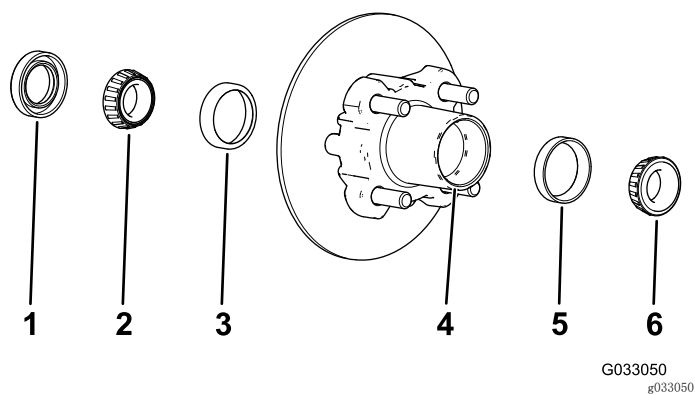

图 26
1. 从轮毂上拆下外置轴承和轴承座圈（图 26）。
2. 从轮毂上拆下密封件和内置轴承（图 26）。
5. 清除轮毂轴承腔内的所有润滑脂、污垢或碎屑（图 26）。
7. 向轮毂轴承腔注入 50~80% 的指定润滑脂（图 26）。
8. 将内置轴承装入轮毂内侧的座圈上，并装上密封件（图 26）。